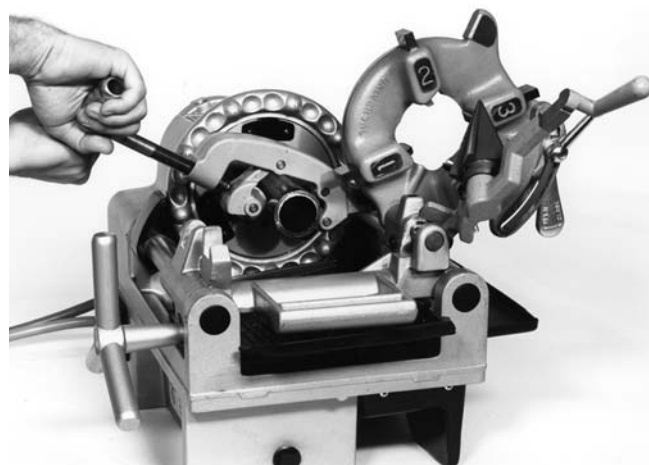

Figure 4 – Coupe des tuyaux à l'aide du coupe-tubes n° 732
4. Mettez-vous en position de travail appropriée (*Figure 4*).